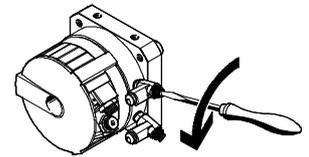

Fig. 24
6. 再次缓慢地打开单向节流阀（Fig. 24），直至达到所需的摆动速度。撞杆应安全到达终端位置，但不发生硬性碰撞。